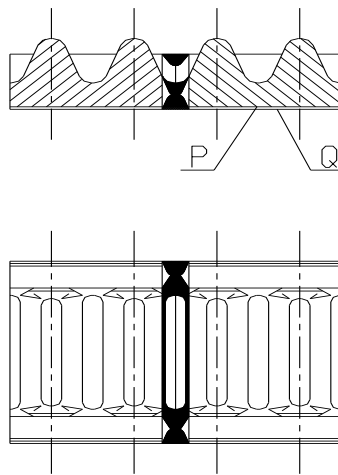

Рисунок 6-12. Внешняя часть наварки и поверхность колеи
3. После наварки во впадине зуба длиной 8 мм, металл наварки может быть выше поверхности Р на 3 мм, но зазор с поверхностью Q не должен быть меньше 3 мм (см. рисунок 6-12).